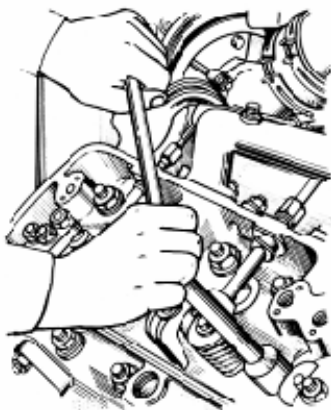

Рис. 76. Отвертывание гаек крепления головки цилиндров
- 6 Отвернуть гайки крепления головки цилиндров (рис. 76), соблюдая последовательность, обратную затяжке (рис. 47) не менее чем за три приема: